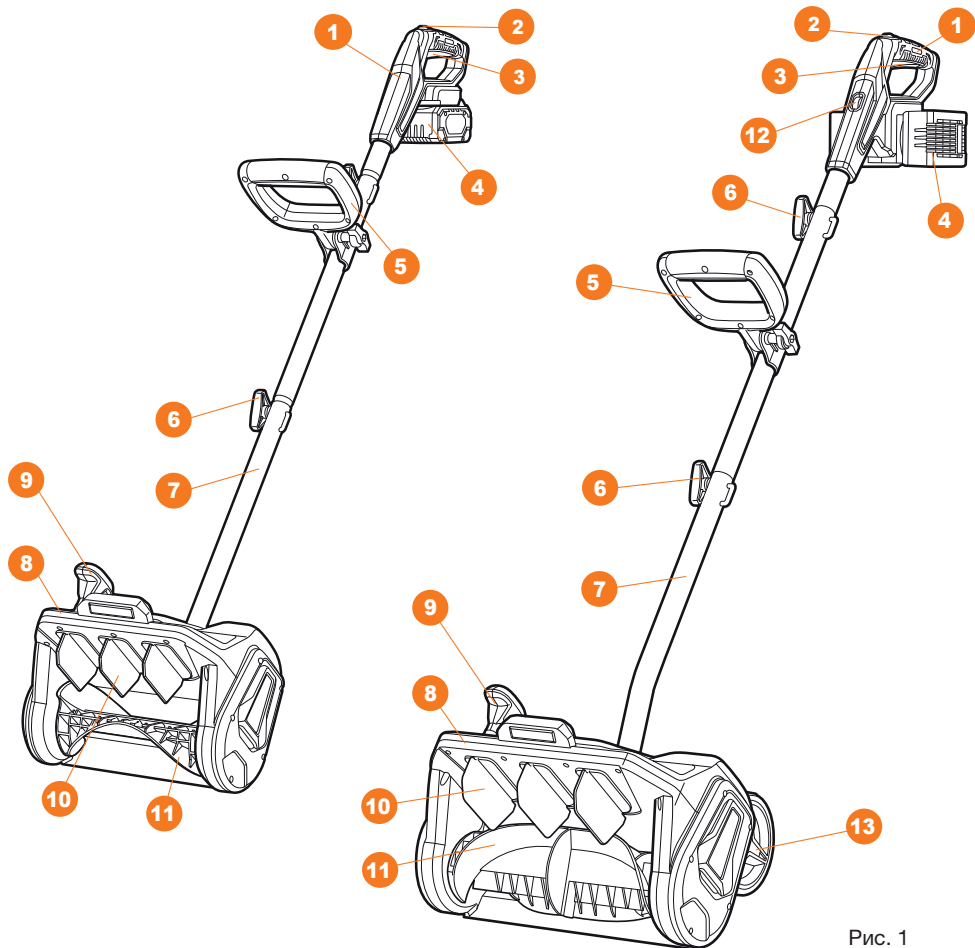

Рис. 1
- Отрегулируйте направление выброса снега изменив положение рычага **9** (Рис. 1).
- Возьмите устройство двумя руками за основную **1** и вспомогательную **5** рукоятки таким образом, чтобы шнек **11** устройства был направлен от оператора (Рис. 1).
- Зажмите кнопку блокировки включения **2** и затем нажмите кнопку запуска двигателя **3**. После старта двигателя кнопку блокировки **2** можно отпустить (Рис. 1).
- Для изменения скорости вращения шнека на моделях **DAST 4242Li / DAST 4242Li SET** используйте кольцо регулировки оборотов **12** (Рис. 1).
- Удерживайте кнопку запуска двигателя **3** на протяжении всей уборки территории от снега (Рис. 1).
- Для остановки двигателя отпустите кнопку **3** (Рис. 1).
- Дождитесь полной остановки шнека **11**, прежде чем закончить работу (Рис. 1).